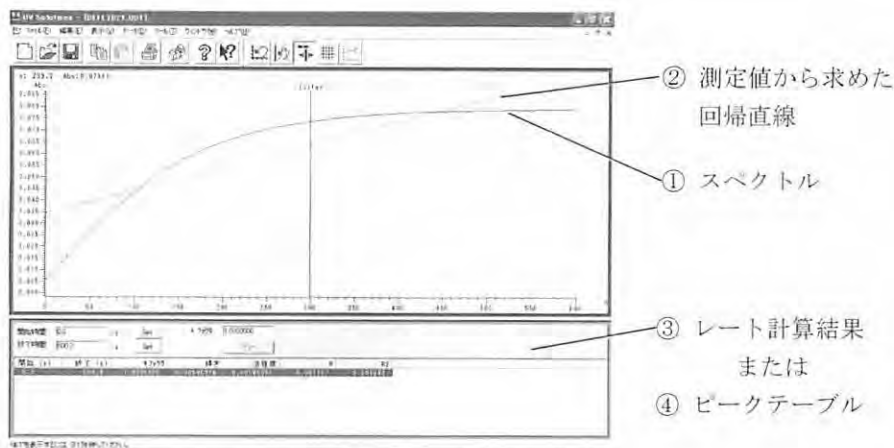
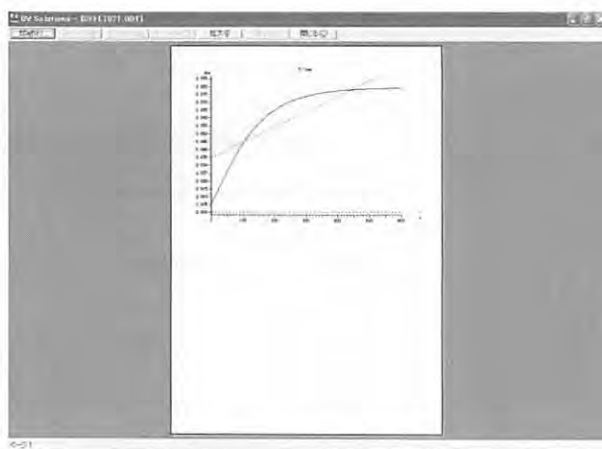

図3-12 データ処理画面（時間変化）
図3-13
- (4) 測定の終了後、データが保存されます。そのファイルを開くと、図3-12のようなデータ処理画面が表示されます。ピークテーブルも表示できますが、レート計算結果とピークテーブルを同時に表示することはできません。図3-12では、スペクトルとレート計算結果を示しています。表示メニューにて選択できます。
- (1) ファイル (F) メニューの印刷 (P) コマンドを選択します。または、ツールバーの  (印刷) ボタンをクリックします。このときは、データ処理画面のアクティブになっているフィールド(クリックすると、周りが青い輪郭になります。図3-12の場合、①の部分)を印刷します。図3-13のようにファイル (F) メニューの印刷プレビュー (V) コマンドを選択したときに表示されたものが印刷されます。